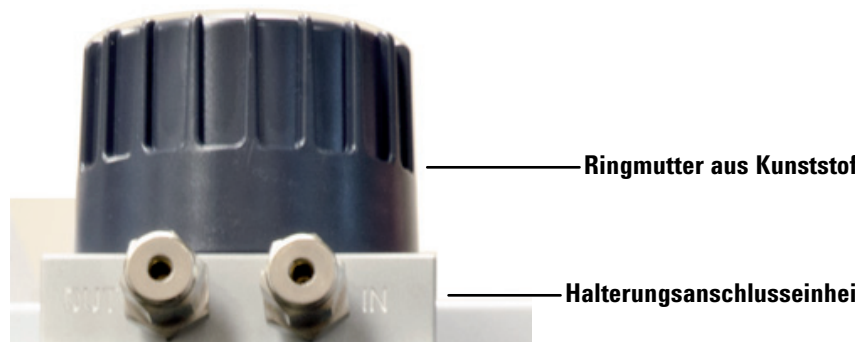

Abbildung 30. Entfernen der Kunststoff-Ringmutter von der Halterungsanschlusseinheit
- 2 Lösen und entnehmen Sie die Kunststoff-Ringmutter von der Oberseite der Halterungsanschlusseinheit (**Abbildung 30**).